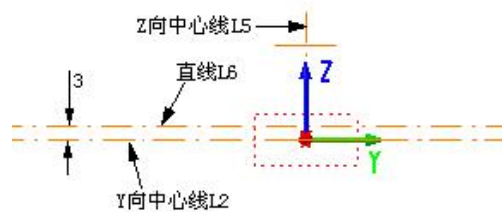
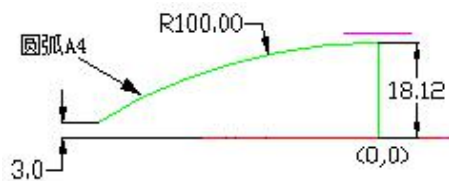

图 3-20 绘制辅助线
图 3-21 YOZ 平面内圆弧 A4
- 1、视图切换：右键点击图层管理器中的 Side 层，在弹出的右键菜单中选择 设为当前图层(C) 选项将 Side 设定为当前绘图层。在导航工具条【视向】的下拉菜单中选择 右视图，切换到右视图状态。
- 2、绘制辅助线：点击 按钮，拾取 Y 向中心线 L2 将其显示。采用直线 两点线[A] 绘制过坐标原点的 Z 向中心线 L5；采用曲线等距 单线等距[C] 方式绘制与 Y 向中心线距离为 3 的等距直线 L6。绘制结果如图 3-20 所示；
命令，绘制圆心在(0, 0, -81.88)半径为 100 的圆，使用图 3-20 中所绘的直线 L5 和 L6 对所绘圆进行裁剪，得到圆弧 A4。裁剪结果如图 3-21 所示。